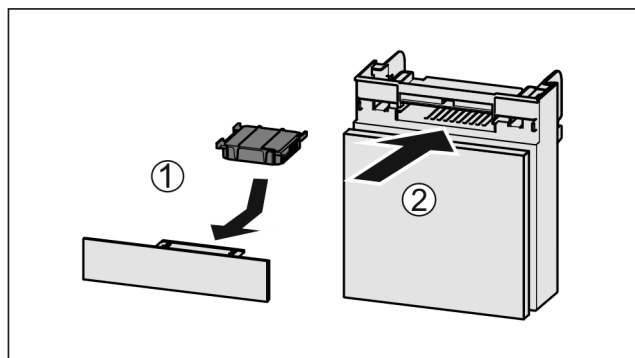

Fig. 181
- Vendosni filtrin me karbon aktiv siç tregohet në figurë Fig. 181 (1).
- Futni kutinë në vend Fig. 181 (2).